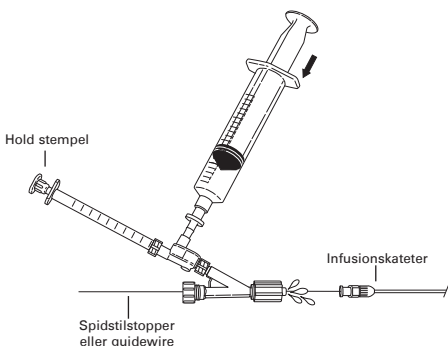

Fig. 5
7. Løsn Tuohy-Borst ventilen og før enheden over spidstilstopperen for at sætte dobbeltcheckventilen og Tuohy-Borst adapteren på infusionskateteret. Hold 1 ml sprøjtestemplet stationært og tryk på 20 ml sprøjten for at sikre, at al luft er tømt ud af enheden, inden denne sættes på kateteret. Lad en opløsningsoverfladebue blive siddende på Tuohy-Borst adapterens Luer-lock fitting inden tilslutning til infusionskateteret. (Fig. 5)